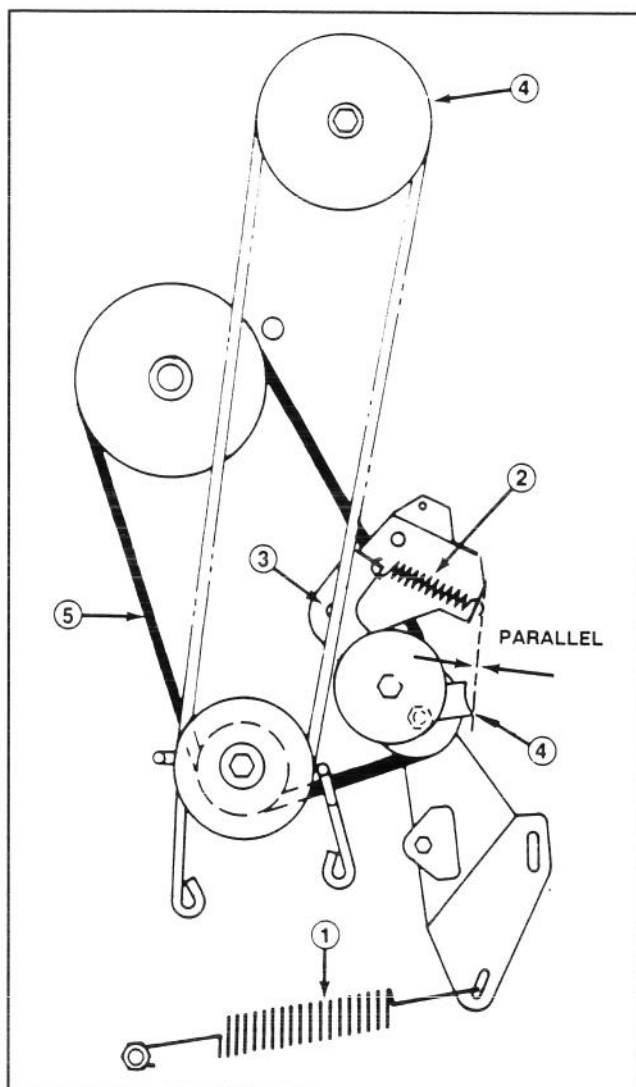

Fig. 17
7. Sganciate la grossa molla di trazione dalla vite di montaggio (Fig. 17). Fate attenzione quando togliete la molla: la tensione è molto elevata.
8. Sganciate la molla di tensionamento dalla staffa del tenditore (Fig. 17).
9. Rimuovete il dado autobloccante e la rondella che fissano la staffa del tenditore al telaio, e togliete la staffa (Fig. 17).
10. Allentate il dado autobloccante della puleggia fin quando potrete togliere il guidacinghia (Fig. 17). Togliete la cinghia da tutte le pulegge.
- Nota:** Rimontando il guidacinghia sulla puleggia folle, accertatevi che il bordo del guidacinghia sia parallelo alla cinghia, come illustrato nella Fig. 17.